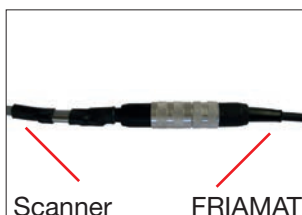

Abb. 6
- Den Stecker des FRIAMAT Barcodescanners direkt (ohne Lesestiftadapter) an die Steckerkupplung der FRIAMAT Datenleitung anschließen (Abb. 6).